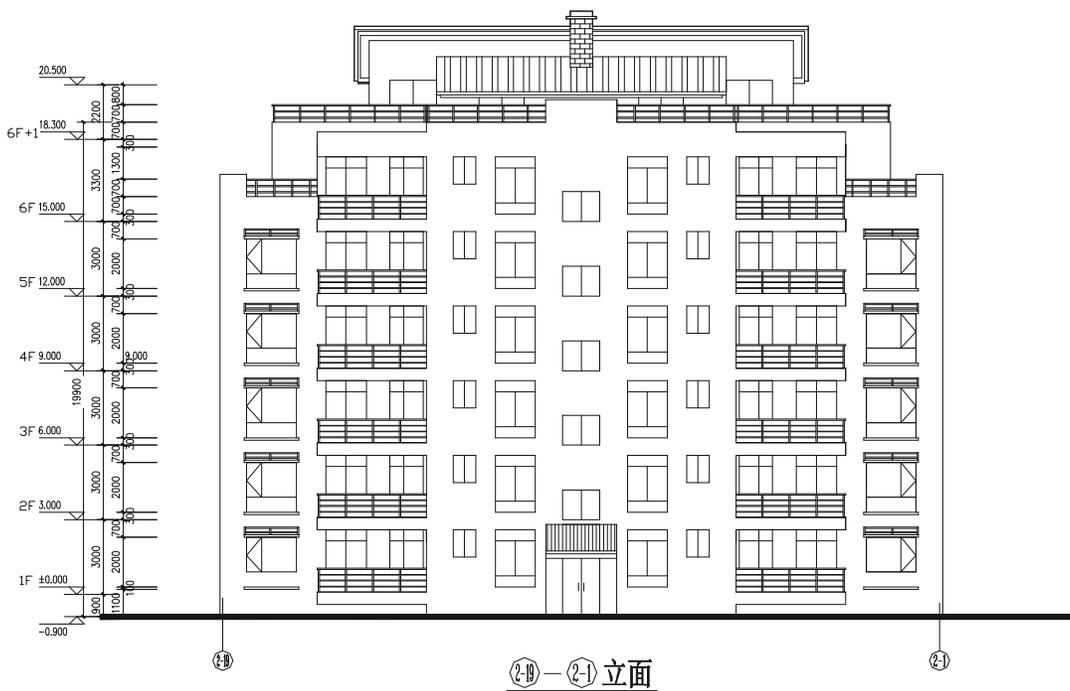
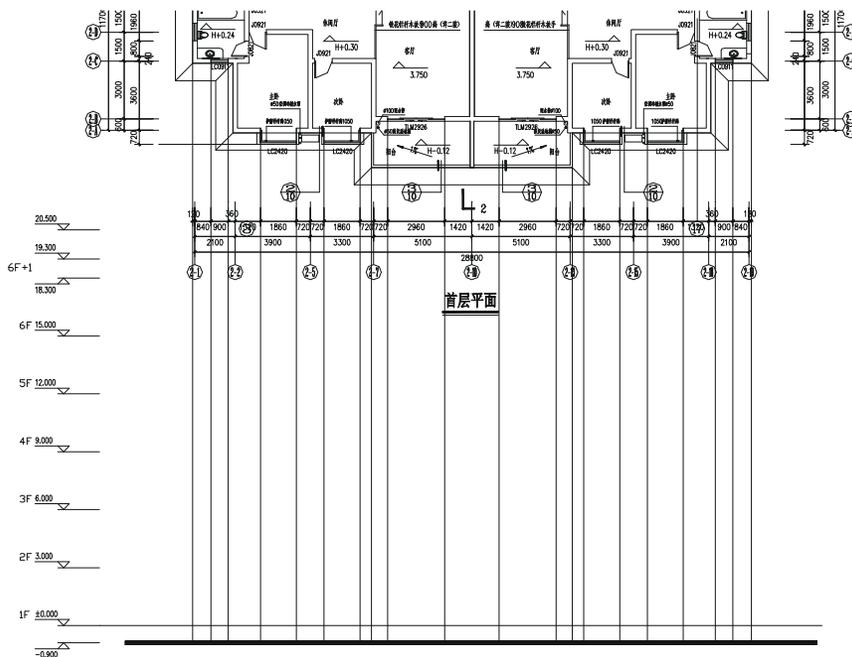

图 12-1-16
图 12-1-17
- STEP 29** 参照前面的平面图标注对该立面进行尺寸标注和文字标注, 如图 12-1-16 所示。
**STEP 04** 使用复制命令 COPY 将如图 12-1-16 所示立面图中的楼层标高线复制一份, 如图 12-1-17 所示。
**STEP 05** 使用偏移命令 OFFSET 将如图 12-1-17 所示  $\pm 0.000$  位置的水平线分别依次向上偏移 1800、1100, 即确定两个侧面卫生间窗户的高度 (门窗的尺寸从门窗的标号上可知, 如标号为 LC0911 的窗户, 它的尺寸为  $900 \times 1100$ )。